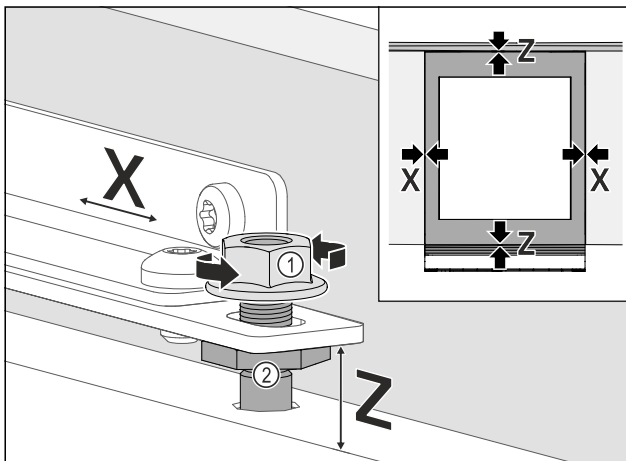

Fig. 94
- Nivelimi i derës së mobilies anash: Lironi kundërdadot Fig. 94 (1), shtyni derën e mobilies në drejtimin X.
- Shtërëngoni kundërdadot Fig. 94 (1).
- Nivelimi i derës së mobilies në lartësinë Z dhe në pjerrësinë anësore: Regjistroni bulonat e rregullimit Fig. 94 (2).